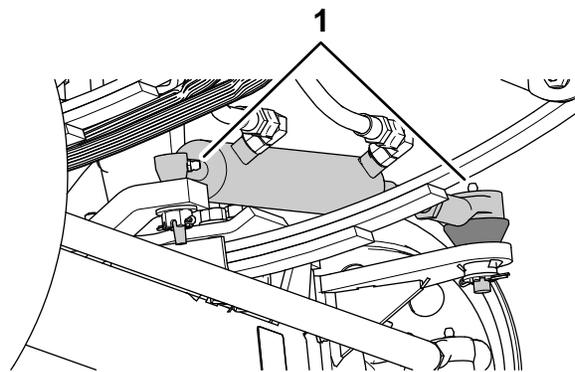
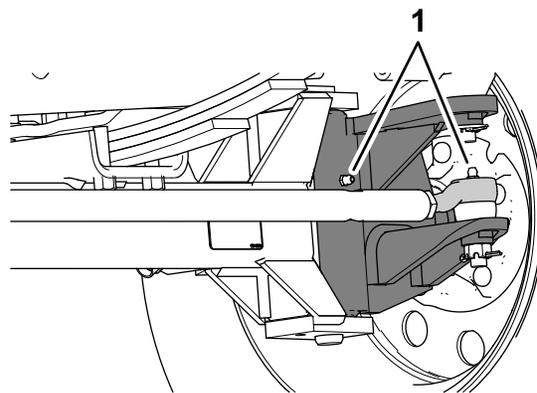

図 71
図 72
1. グリスフィッティングをウェスできれいに拭く 図 71 と 図 72。
2. グリスフィッティングにグリスを注入する 図 71 と 図 72。
- 注 グリスアップ箇所を 図 71 に示します。